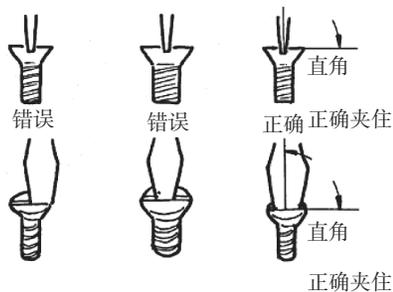

图 1-2-9 改锥头与螺钉槽的结合
- ① 改锥的改锥头和螺钉槽必须匹配。
- ② 改锥头必须可靠地同螺钉槽接合,如图 1-2-9 所示。
- ③ 不要使用小号改锥去松大号螺钉。使用尺寸不合适的改锥将有可能损坏螺钉槽或改锥头。